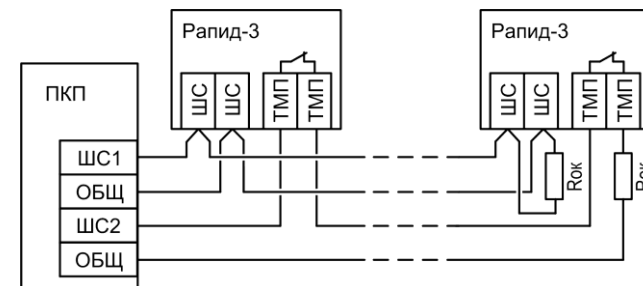

Рис.3 Схема подключения извещателей к ПКП
- Питание по шлейфу сигнализации. Подключение извещателя к приёмно-контрольному прибору (ПКП) осуществляется по двухпроводной схеме (см. рис.3). Для работы извещателя не требуется источника напряжения 12 В и соответствующей линии питания.
Подключите провода в соответствии со схемой подключения (рис.2), предварительно продвиг их в отверстия. Полярность подключения к клеммникам «ШС» и «ТМП» может быть любой. При монтаже последнего в шлейфе сигнализации извещателя, к контактам «ШС» и «ТМП» подключите оконечные резисторы Rok (рис.3).